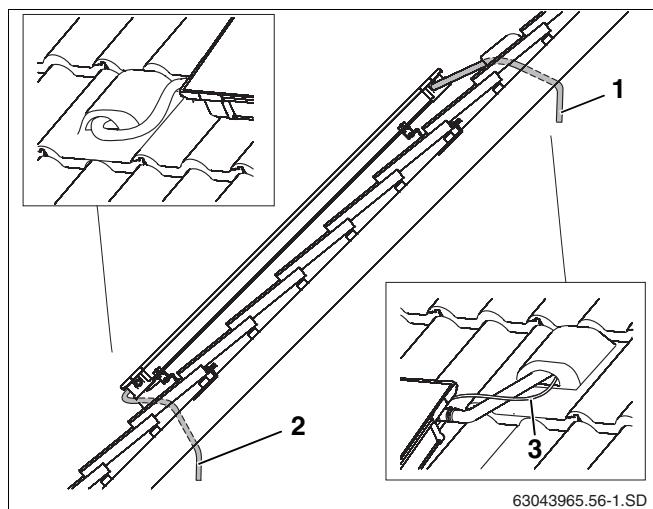

Fig. 52 Sistemazione delle tubazioni di allacciamento sotto il tetto
- Far passare il tubo di gomma per solare insieme al cavo della sonda attraverso la tegola di ventilazione (fig. 52, pos. 1) e attraverso l'isolamento del tetto.